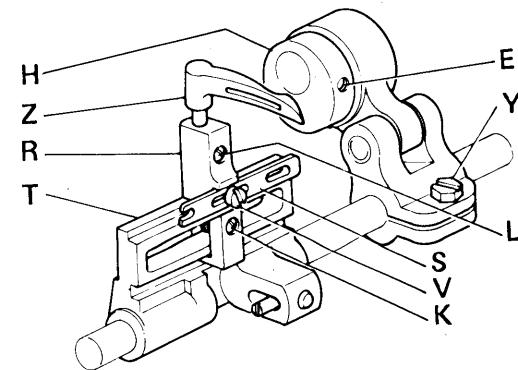
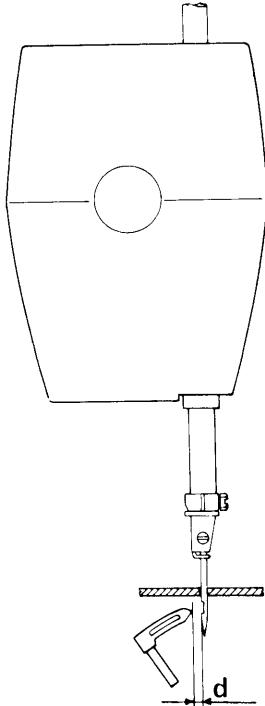
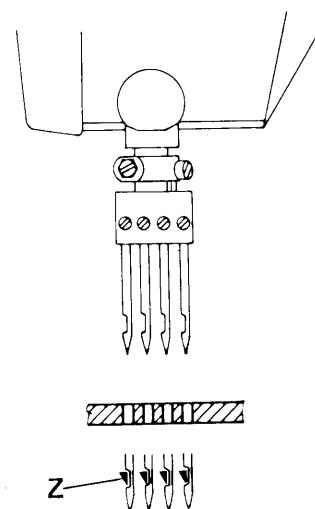
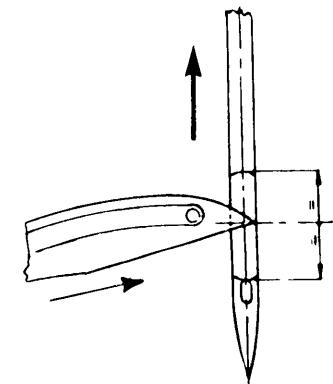

Fig. 23
Fig. 24
Fig. 25
Fig. 26
- inserire fino in fondo i crochet Z nell'apposita sede e bloccarli leggermente con la vite L (fig.23)
- allentare le viti K e V che bloccano i porta crochet R e la piastrina S (fig.23)
- portare gli aghi al punto morto inferiore, allentare le viti Y (fig.23) e, agendo sul supporto dei porta crochet T, eseguire la quota "d" di mm. 2,5 dalla punta dei crochet agli aghi (fig.24)
- posizionare i crochet Z in modo che, nella loro corsa, sfiorino gli aghi (fig.25) e regolarli in modo che avanzando, entrino nello scallo degli aghi nelle condizioni illustrate in fig. 26
- per ottenere questa condizione, bisogna allentare i grani E dell'eccentrico H (fig.23) e ruotarlo fino ad ottenere la posizione illustrata in fig. 26
- bloccare quindi i porta crochet mediante le viti K e la piastrina di unione mediante le viti V. Stringere a fondo le viti L serraggio crochet (fig.23).
- Fit loopers Z right down in their seat and grip them lightly with screw L (fig.23)
- Slacken screws K and V that fasten looper holders R and plate S (fig.23)
- Bring the needles to the bottom dead point, slacken screws Y (fig.23) and, moving looper holder bracket T, set distance "d" of 2.5 mm. from point of loopers to needles (fig.24)
- Position looper Z so that they just graze past the needles during their stroke (fig.25) and adjust them so that they enter the groove of needles as they move forward, as shown in fig.26
- To obtain this setting, grub screws E of eccentric H (fig.23) must be slackened and the eccentric must be turned until it is in the position shown in fig. 26
- Fully tighten looper locking screws L (fig.23).